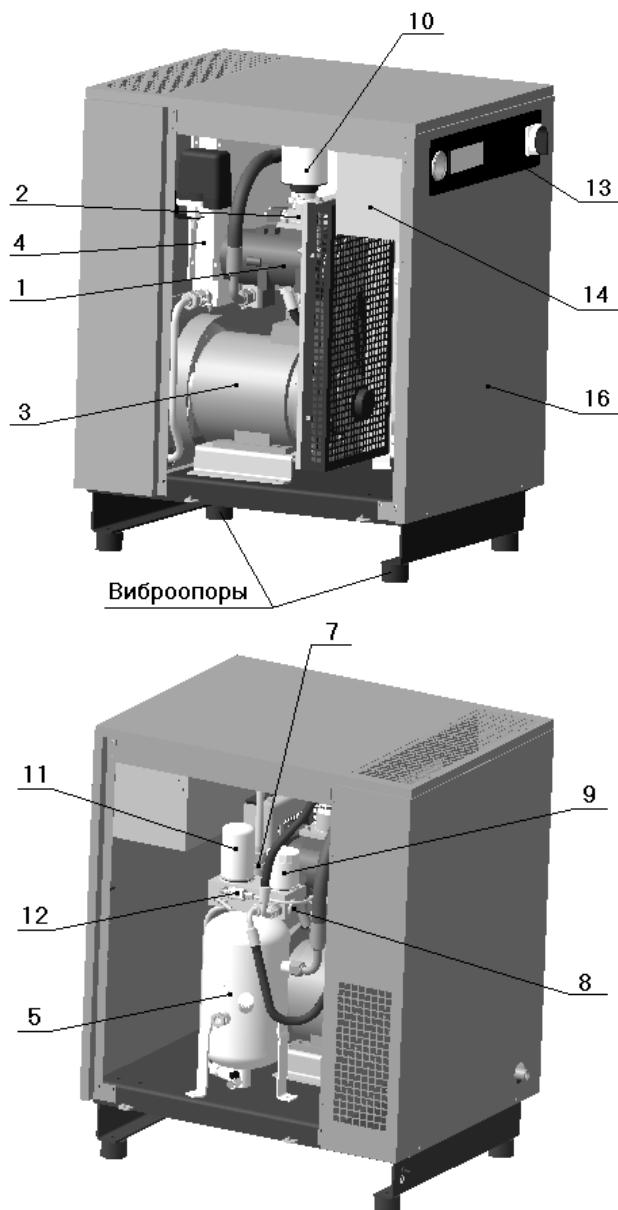
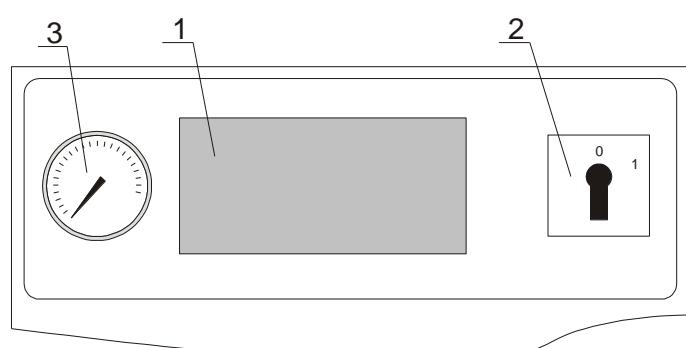
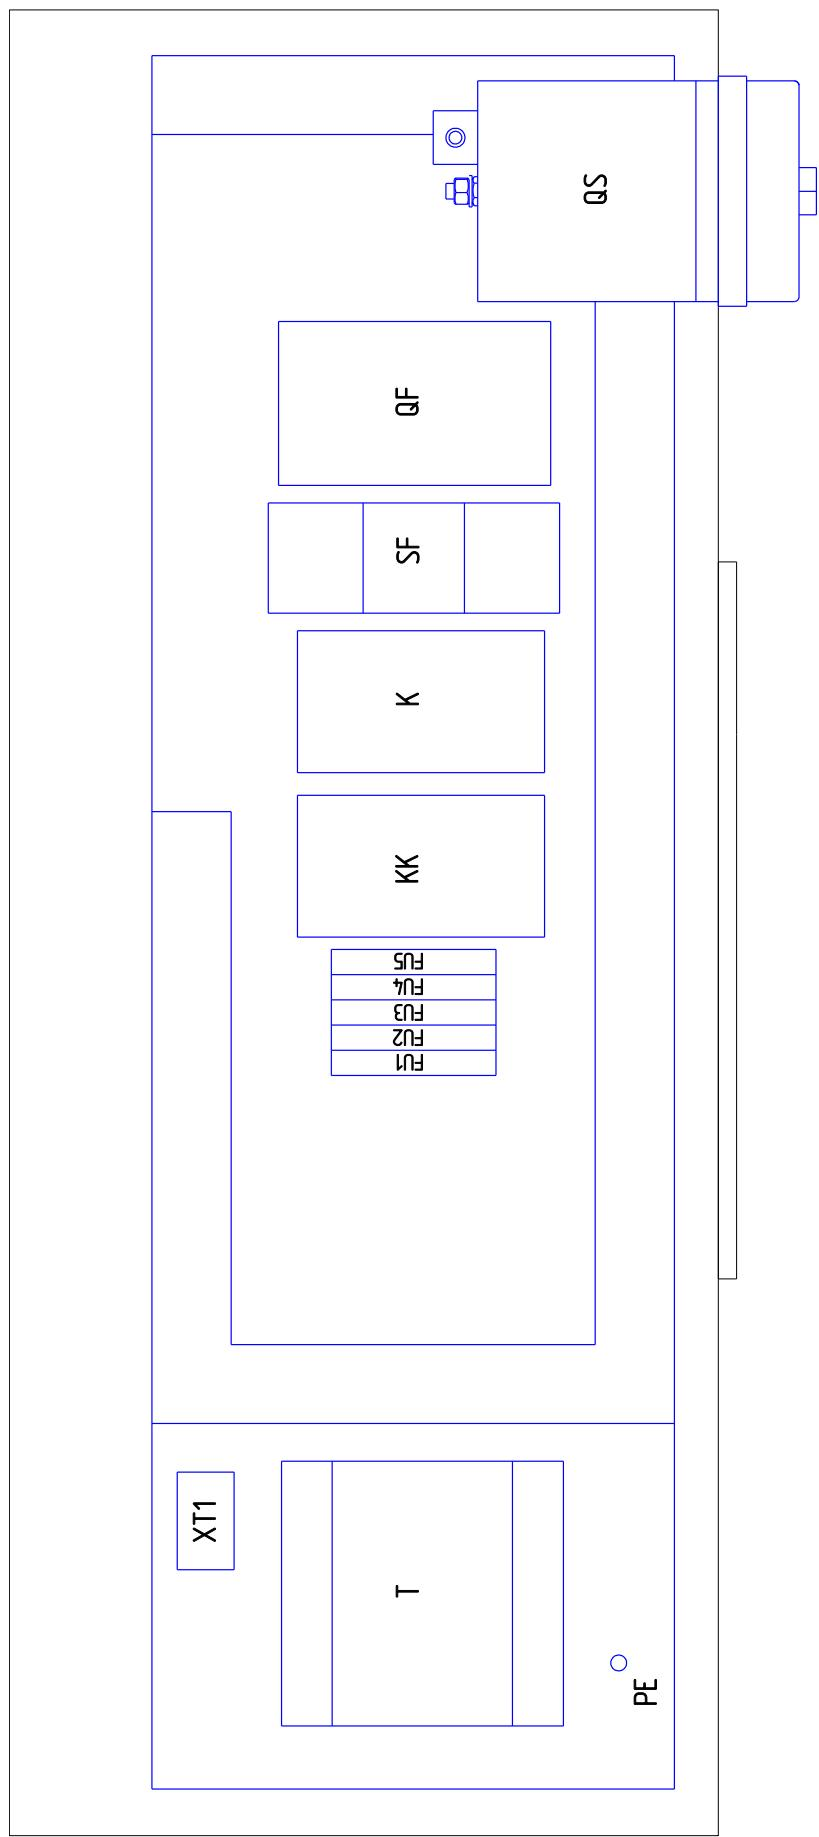

Рисунок 1 – Общий вид компрессорной установки BK5E-..., BK7E-..., BK10E-...
Рисунок 5
Рисунок 6 – Блок-схема платы монтажной BK5E, BK7E, BK10E
1 – Винтовой блок предназначен для выработки сжатого воздуха. Винтовые блоки, применяемые в компрессорных установках, приведены в таблице 3 (см. рисунок 1 или 2, или 3). В корпусе винтового блока расположены: винтовая группа, пропускные каналы для воздуха и масла, присоединительные фланцы.
2 – Клапан всасывающий (см. рисунок 1 или 2, или 3) воздушный выполняет функцию подачи воздуха в камеру сжатия и предотвращения выброса наружу сжатого воздуха и масла в момент останова установки при любом давлении подачи сжатого воздуха. Переключение клапана всасывающего в режим "ЗАГРУЗКА" или "ХОЛОСТОЙ ХОД" осуществляется при помощи клапана электромагнитного, который управляет программируемым контроллером от сигнала датчика давления.
3 – Электродвигатель (см. рисунок 1 или 2, или 3) предназначен для привода винтового блока.
4 – Воздушно-масляный радиатор (см. рисунок 1 или 2, или 3) двухсекционный, комбинированный, выполняет функции охлаждения масла и предварительного охлаждения воздуха на выходе из установки. Радиатор охлаждается проходящим через него потоком воздуха, который нагнетается вентилятором, установленным на втором конце вала электродвигателя привода установки.
5 – Маслосборник (см. рисунок 1 или 2, или 3) выполняет следующие функции:
7 – Клапан минимального давления (см. рисунок 1 или 2, или 3), установленный на линии нагнетания, предназначен для поддержания минимального давления в пределах 0,2...0,4 МПа внутри установки до тех пор, пока давление в распределительной сети не уравняется с давлением внутри
8 – Термостат (см. рисунок 1 или 2, или 3) состоит из запорного плунжера и термочувствительного глицеринового элемента, изменяющего направление потока масла в зависимости от температуры и смонтирован в корпусе, на котором также установлен фильтр масляный.
9 – Фильтр масляный (см. рисунок 1 или 2, или 3) неразборный изготовлен в металлическом корпусе. Он расположен в контуре смазки и предотвращает попадание твердых частиц на рабочие поверхности винтов и подшипников. Его замена необходима после выработки часов, указанных в разделе "ТО", а частота замены напрямую зависит от технического обслуживания воздушного фильтра и от качества масла.
10 – Фильтр воздушный (см. рисунок 1 или 2, или 3) впускной открытого типа. Функция воздушного фильтра - предотвращение попадания загрязняющих частиц в зону винтовой группы и систему смазки. Некачественное обслуживание воздушного фильтра приводит к уменьшению срока службы блока винтового.
11 – Фильтр-маслоотделитель (сепаратор) (см. рисунок 1 или 2, или 3) завершает операцию отделения масла от сжатого воздуха и обеспечивает остаточное содержание масла в сжатом воздухе не более 3 мг/м³. Пропускная способность фильтра-маслоотделителя зависит от качества масла и его рабочей температуры.
12 – Визуализатор возврата масла (см. рисунок 1 или 2, или 3) предназначен для визуальной оценки количества масла на возврате из фильтра-маслоотделителя. Масло, отделенное фильтром-маслоотделителем, возвращается в систему смазки установки. Функцией визуализатора является управление расходом возвратных потоков воздуха и масла. Визуализатор позволяет проверить эффективность работы фильтра-маслоотделителя и системы сепарации.
13 – Панель управления (см. рисунок 1 или 2, или 3). На лицевую сторону панели управления вынесены следующие органы управления (рисунок 5):
14 – Шкаф с электроаппаратурой (см. рисунок 1 или 2, или 3) представляет собой короб закрытого типа с установленной платой, на которой смонтирована пускорегулирующая аппаратура и устройства защиты (блок-схема см. рисунок 6), доступ к которым осуществляется путем демонтажа верхней панели корпуса и крышки шкафа.
16 – Корпус шумозащищенного исполнения (см. рисунок 1 или 2, или 3) служит для снижения уровня шума в рабочей зоне установки.
- 4) Плавкие предохранители - (см. рисунок 6) защита цепей управления и сигнализации;